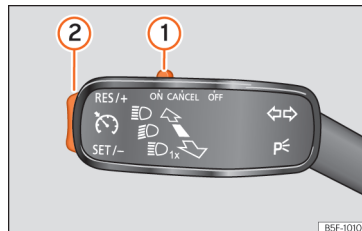

Abb. 268 Am Blinkerhebel: Bedienelemente zur Bedienung der GRA.
- Schieben Sie den Schalter »» **Abb. 268 ①** bis **ON**.
- Drücken Sie die Taste »» **Abb. 268 ②** im Bereich **SET/-**.
- Schieben Sie den Schalter »» Abb. 268 ① bis **CANCEL** oder treten Sie auf die Bremse.
- Drücken Sie die Taste »» Abb. 268 ② im Bereich **RES/+**.
Während der GRA-Regulierung kann die gespeicherte Geschwindigkeit mit der Taste »» Abb. 268 ② eingestellt werden:
- Um in Schritten von 1 km/h [1 mph] zu erhöhen, drücken Sie kurz die Taste »» Abb. 268 ② im Bereich **RES/+**.
- Um die Geschwindigkeit kontinuierlich zu erhöhen, halten Sie die Taste »» Abb. 268 ② im Bereich **RES/+** gedrückt.
- Um in Schritten von 1 km/h [1 mph] zu reduzieren, drücken Sie kurz die Taste »» Abb. 268 ② im Bereich **SET/-**.
- Um die Geschwindigkeit kontinuierlich zu verringern, halten Sie die Taste »» Abb. 268 ② im Bereich **SET/-** gedrückt.
- Schieben Sie die Taste »» Abb. 268 ① auf **OFF**.